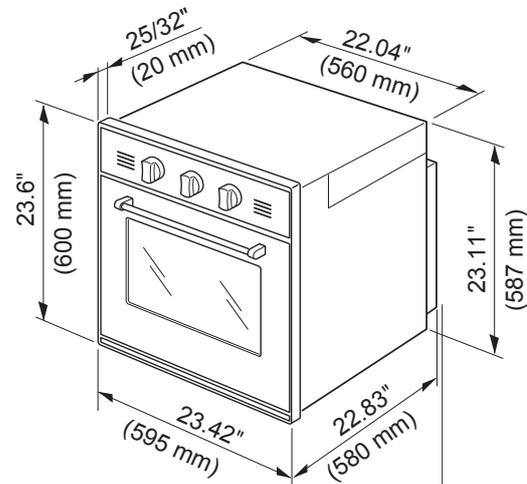

Fig. 5.1
**Oven dimensions** (fig. 5.1):